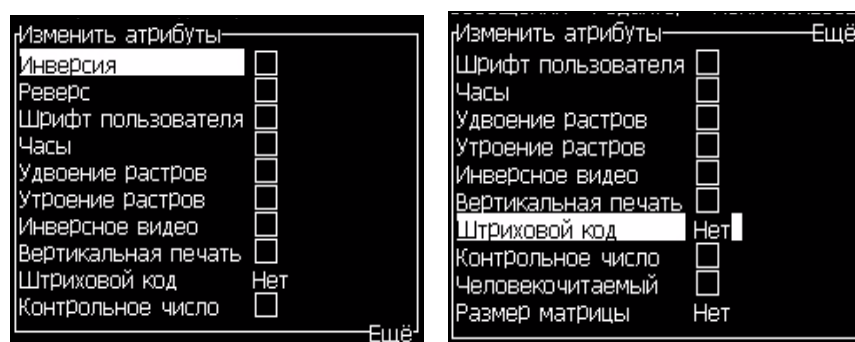

Рисунок 5-13: Меню “Editor Attributes” (редактор атрибутов)
- 1 Выберите функцию “In-line Attributes” (атрибуты на одной строке) из меню “Editor” (редактор) (нажмите кнопки “ALT” + “E”). Появится меню *Editor Attribute* (редактор атрибутов) (смотрите Рисунок 5-13 на странице 5-23).